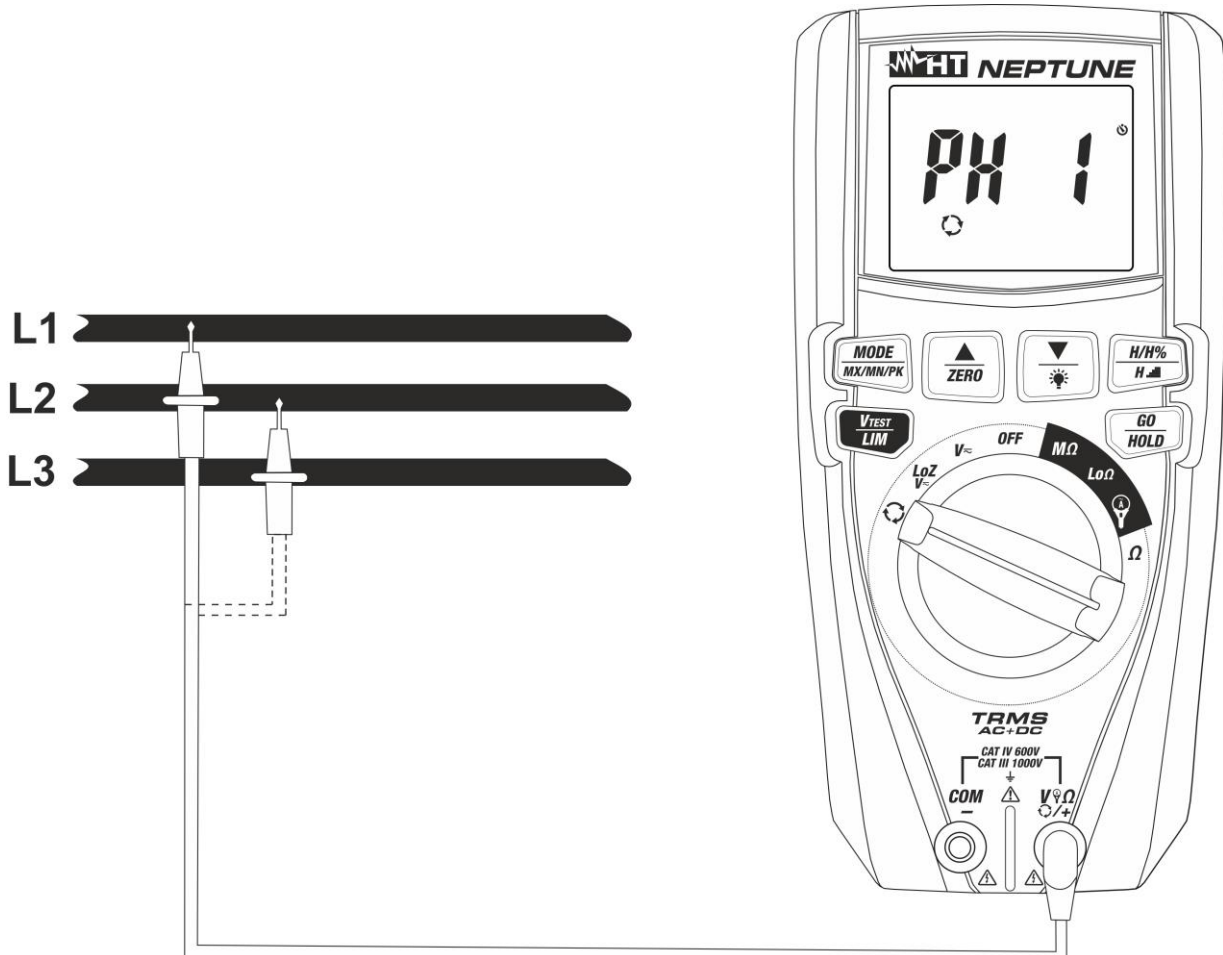
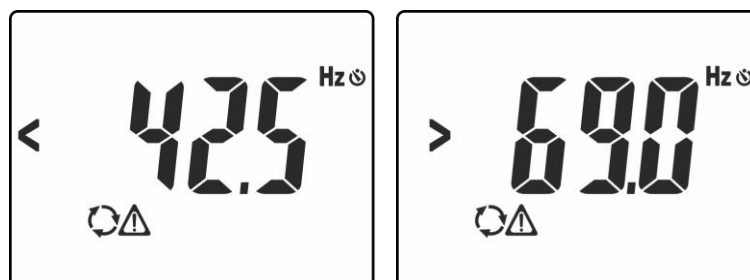
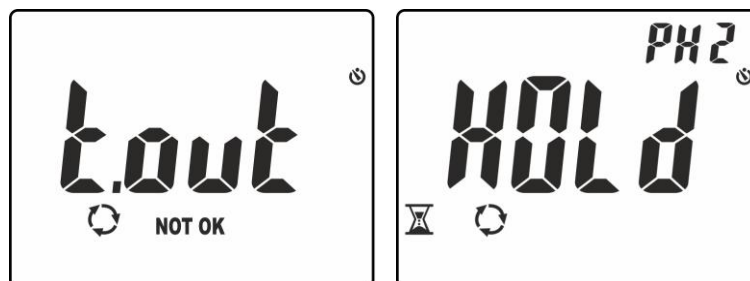

Fig. 10: Uso del instrumento para prueba de sentido cíclico y concordancia de las fases
Fig. 11: Señalización de tensión con frecuencia errónea
Fig. 13: Reconocimiento fase L1 y espera para fase L2
3. Posicione la punta roja sobre la fase L1 del sistema trifásico en examen (ver la Fig. 10). Los siguientes mensajes pueden ser mostrados en pantalla (ver la Fig. 11) identificando la presencia de una señal de tensión con frecuencia externa al intervalo **42.5Hz ÷ 69Hz** En tales condiciones el instrumento no realiza la prueba
6. Posicione la punta roja sobre la fase **L2** del sistema trifásico en examen (vea la Fig. 10). En el caso en el que el paso entre la fase L1 y la fase L2 ocurra en un tiempo superior a **10s** el instrumento muestra el mensaje “**t.out**” en pantalla (ver la Fig. 13 – parte izquierda) En condiciones correctas de tensión y frecuencia, el instrumento muestra el mensaje “**HOLD**”, los símbolos y “**PH2**” y emite un sonido continuo en espera del reconocimiento de un valor estable de tensión sobre la fase L2 (ver la Fig. 13 – parte derecha)